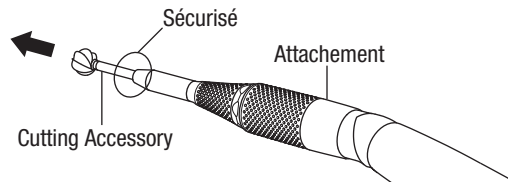

Fig.5
- 3** Tirez légèrement sur le Cutting Accessory pour confirmer qu'il est bien fixé à l'attache (Fig.5).